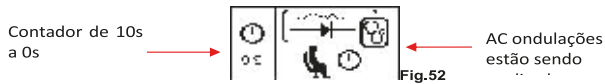
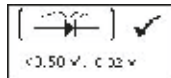

Fig.52
Fig.53
14. Premir  tecla para continuar e o display mudará para Fig. 52 como mostrado abaixo:
15. o temporizador no visor (Fig.52) vai começar a contagem regressiva de 10s para 0s. Assim que chega a zero segundo, os resultados serão exibido automaticamente como o exemplo mostrado na Fig.53 abaixo.